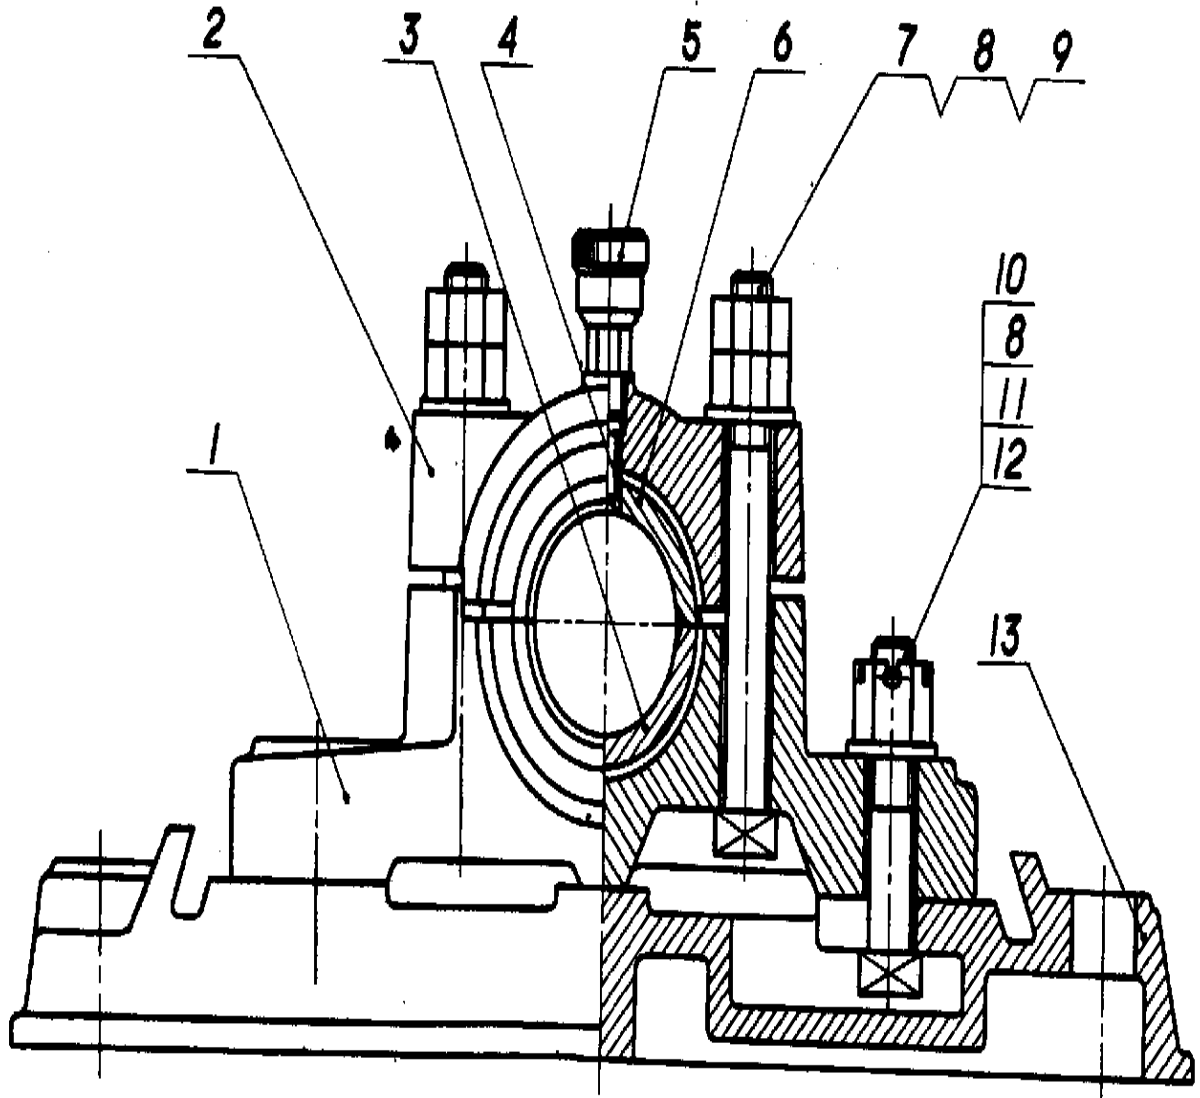

图 4
3.6.1 按顺时针或逆时针方向顺次排列,在整个图上无法连续时,可只在每个水平或垂直方向顺次排列,见图4。